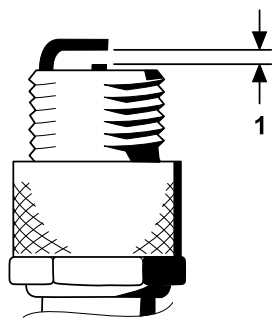

Figura 42
4. Ajuste la distancia entre los electrodos central y lateral a 0,76 mm, tal y como se muestra en la Figura 42).